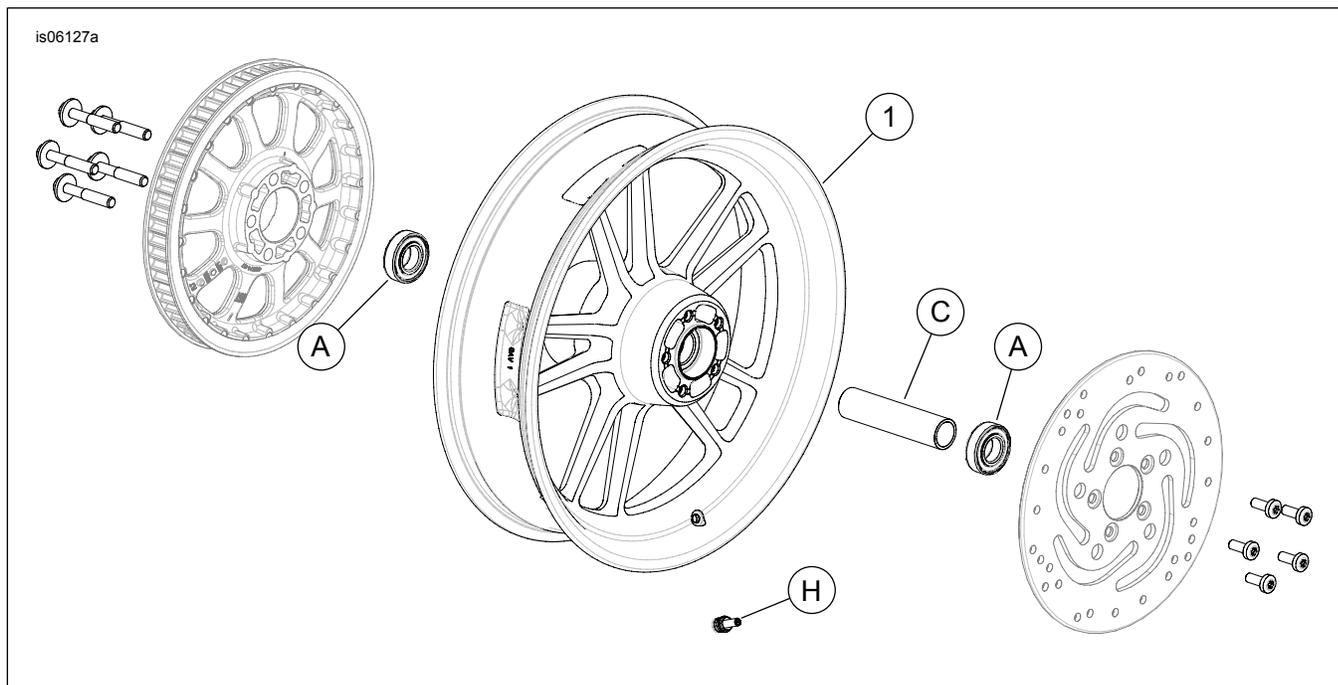

Abbildung 1. Ersatzteile: „Switchblade“-Hinterrad (17-Zoll-Rad abgebildet)
Siehe Abbildung 1 und Ersatzteiletabellen.
2. Siehe Abbildung 1. Die Ventilschaft-Baugruppe (H) am Rad anbringen. Siehe das Werkstatthandbuch.